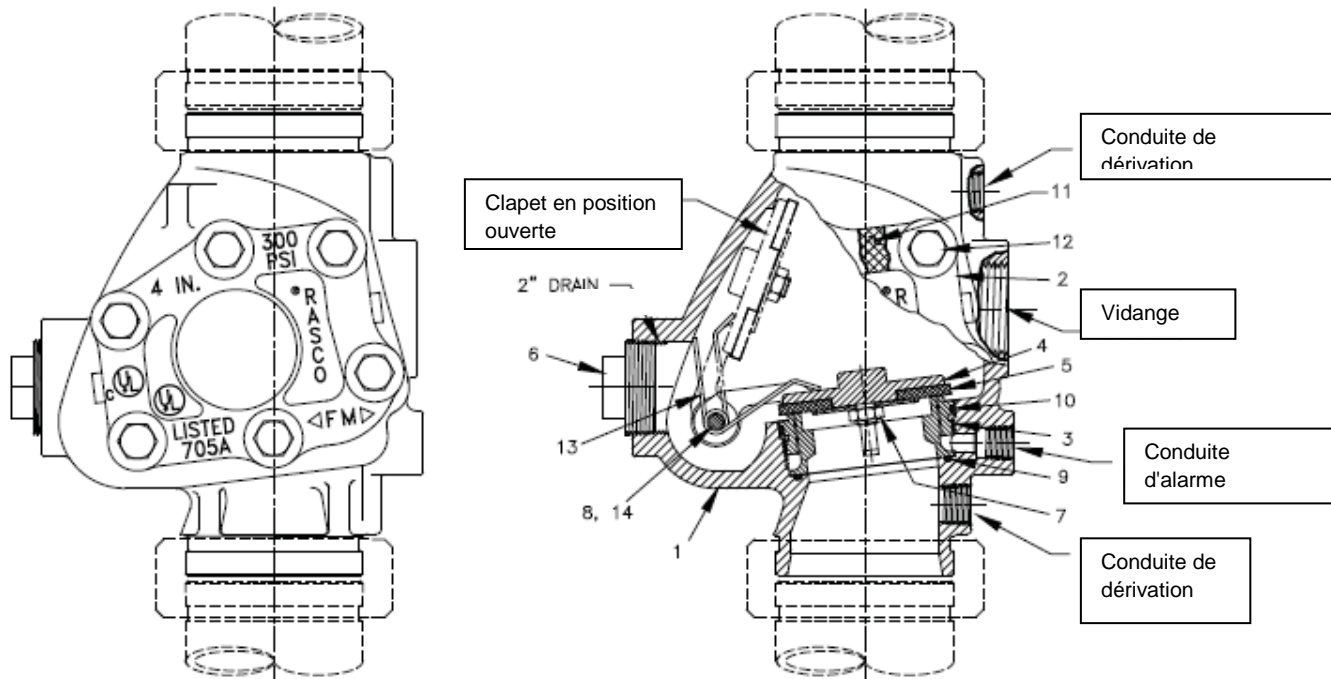

Figure 2
La figure 2 montre la position normale de la vanne d'alarme.
Les fausses alarmes sont généralement provoquées par des surpressions survenant dans l'alimentation en eau. Elles peuvent se produire si le système perd son excès de pression. Des lectures similaires sur les manomètres du système d'alimentation et du système de sprinklers indiquent que les conditions de pression excédentaire ont disparu. Un ou plusieurs des facteurs suivants contribuent à cette perte de pression : fuite des vannes de vidange, fuites au niveau du siège de la vanne d'alarme (pos. 3) fig. 2, fuites entre le clapet (pos. 4) et la surface d'étanchéité (pos. 5) ou fuites au niveau du clapet anti-retour dans la conduite de dérivation.